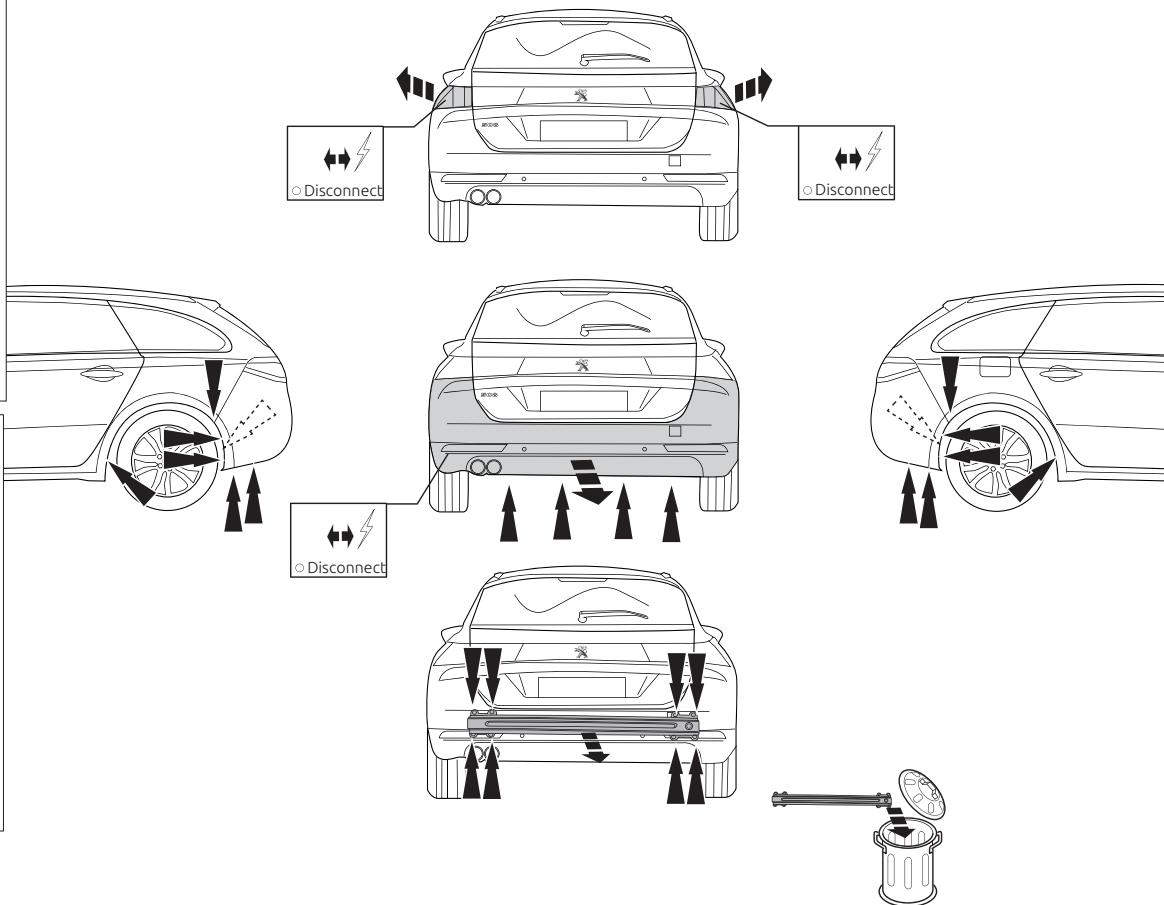

Fig. 1
1. Снять оба блока задних фар. Снять бампер вместе со буферным бруском автомобиля. Буферный брус больше не понадобится. См. рисунок 1.
8. Герметизировать обозначенные части (см. рис. 1)